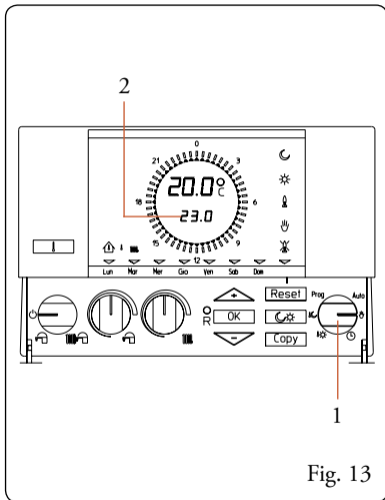

Fig. 13
- Ruotare il selettore (Fig. 13 pos. 1) sul simbolo “”.
- Premere  o  fino a portare il valore visualizzato sul display al valore desiderato (Fig. 13 pos. 2).